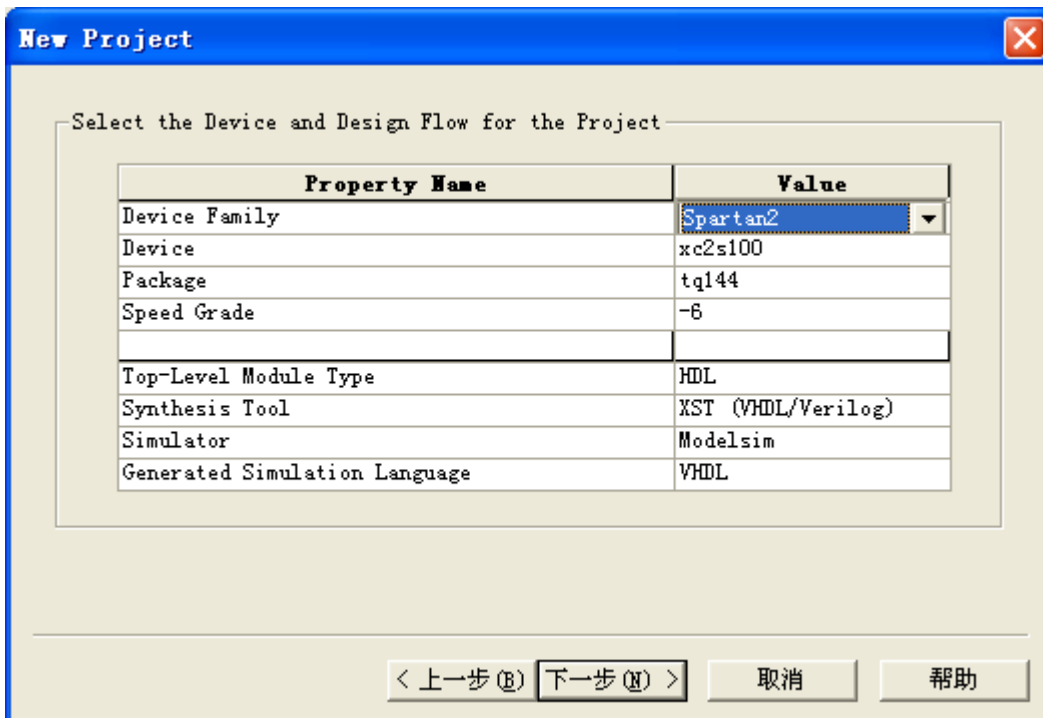

图 10-1-2 选择目标器件类型
- 1、打开 ISE，点击 File->NewProject... 新建一个工程，输入工程名为 decoder24，工程路径为 D:\YHQProj\ISE\decoder，顶层模块类型为 HDL，如图 10-1-1 所示，点击下一步，在出现的窗口中选择目标器件为 Spartan2 xc2s100 tq144 -6，如图 10-1-2 所示，点击下一步，再点击下一步，点击下一步，点击完成；